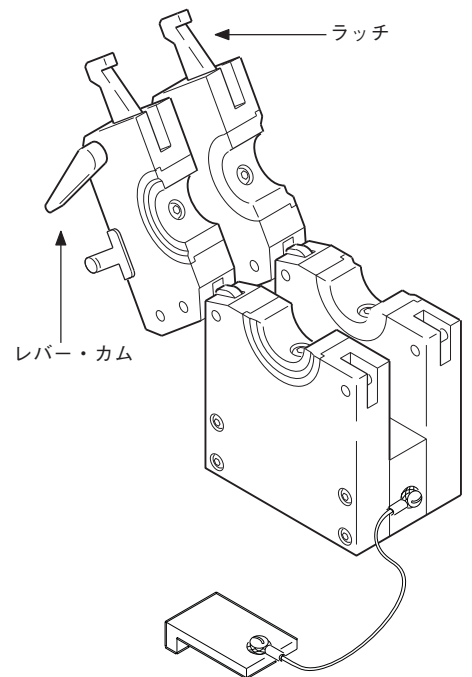

図 28: レバー・カムおよびラッチ
6. レバー・カムおよびラッチがスムーズに動作するか点検します。図 28 をご参照ください。